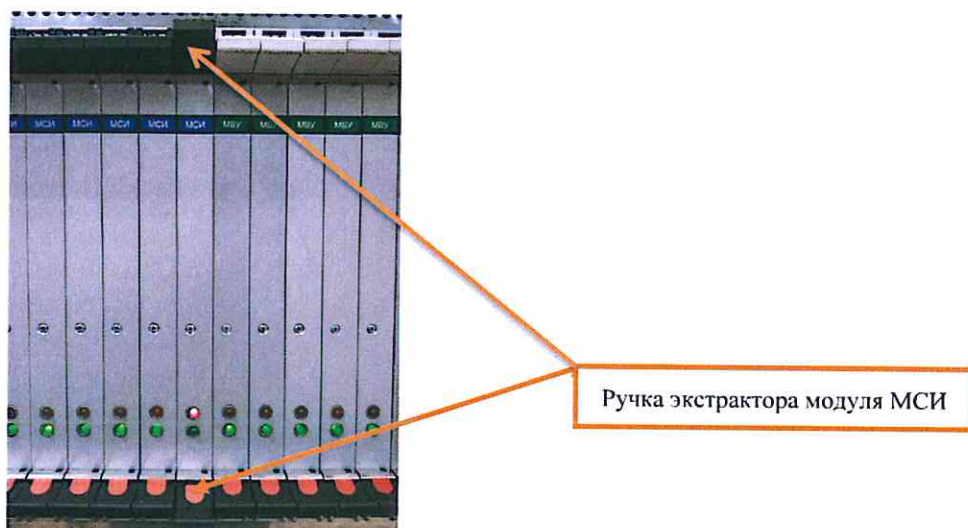

Рисунок 13. Извлечение модуля МСИ.
7.3.4 Нажать на ручки экстракторов (Рисунок 13).